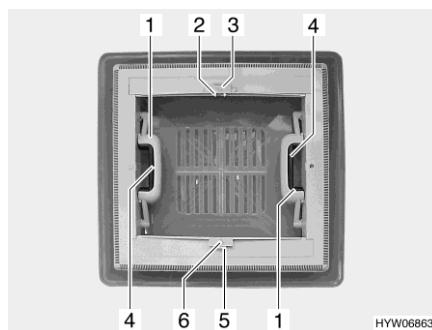

Fig. 25 Oblò a scatto
Apertura: ■ Premere la chiusura a scatto (Fig. 25,4) verso l'interno dell'oblò. Premere contemporaneamente verso l'alto l'oblò con la maniglia (Fig. 25,1).
Chiusura: ■ Tirare con forza verso il basso le due maniglie (Fig. 25,1) dell'oblò, fino a quando non scattano entrambe le chiusure.
Chiusura: ■ Premere l'arresto (Fig. 25,5) verso il lato esterno dell'oblò.
■ Tirare l'oscurante a rullo per la maniglia (Fig. 25,6) fino alla maniglia contrapposta della zanzariera a rullo (Fig. 25,2) e farla innestare.
Apertura: ■ Serrare la maniglia (Fig. 25,2). L'arresto si sblocca.
■ Ricondurre lentamente l'oscurante a rullo accompagnandolo con la maniglia (Fig. 25,6).
- Premere l'arresto (Fig. 25,3) verso il lato esterno dell'oblò.
- Tirare la zanzariera a rullo per la maniglia (Fig. 25,2) fino alla maniglia contrapposta dell'oscurante a rullo (Fig. 25,6) e farla innestare.
- Serrare la maniglia (Fig. 25,2). L'arresto si sblocca.
- Ricondurre lentamente la zanzariera a rullo accompagnandola con la maniglia (Fig. 25,2).